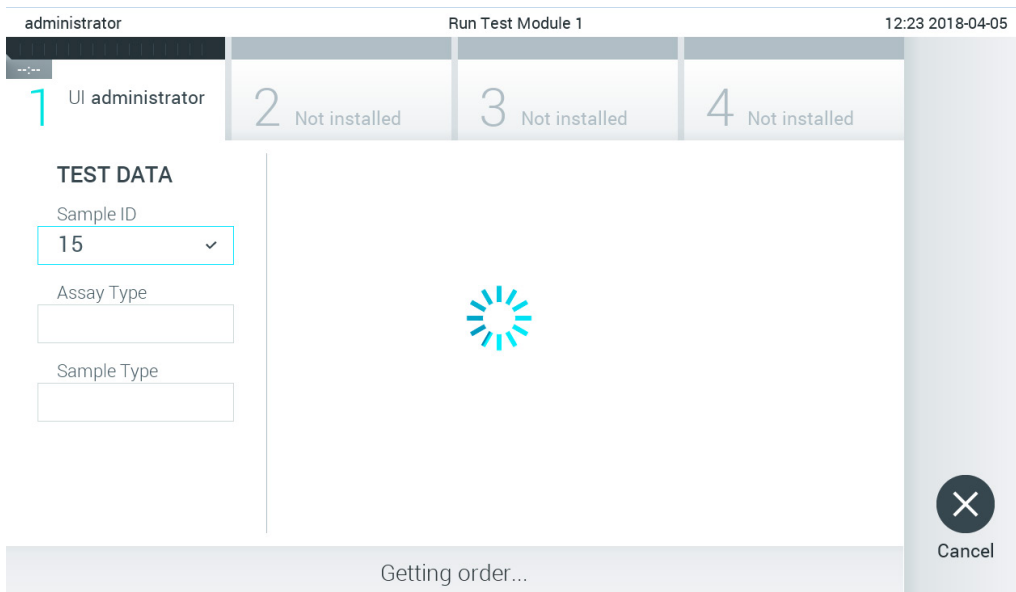

图 83. 检索测试单时的显示。
3. 样本 ID 将被发送到主机，QIAstat-Dx Analyzer 1.0 将等待测试单，并会显示“Getting order...”（正在获取测试单...）消息（图 83）。